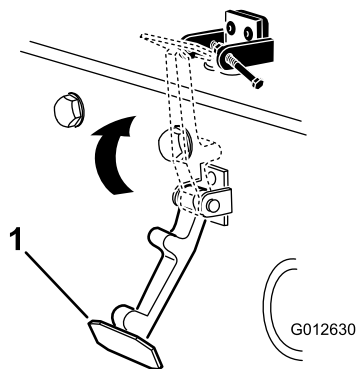

Figura 10
7. Enganche el cierre en el cerradero del capó (Figura 10).